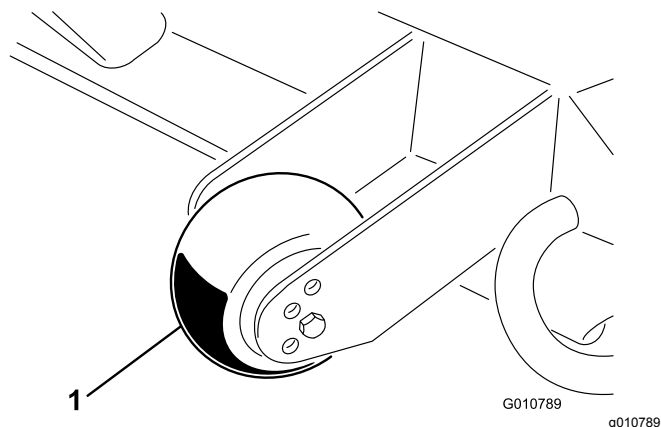

図 12
1. ゲージホイールをデッキのブラケットに固定しているキャップスクリューとナットを取り外す 図 12。